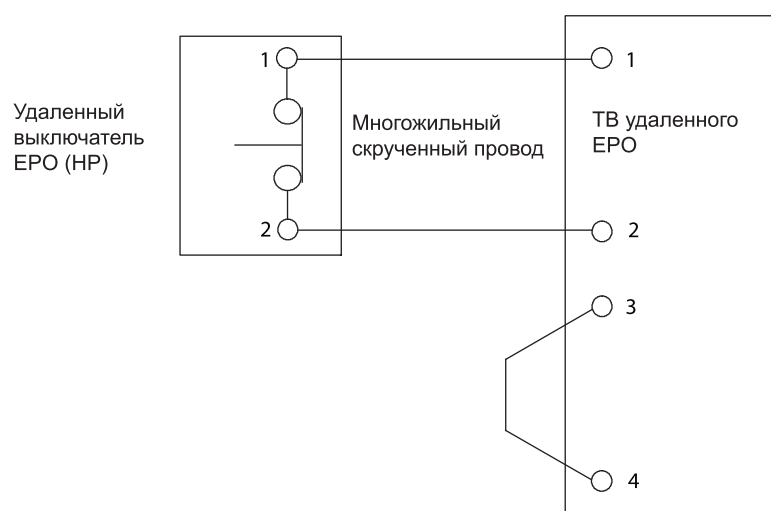

Рис. 4-16: Проводка нормально-замкнутого удаленного выключателя ЕРО
- Если используется нормально-разомкнутый удаленный выключатель ЕРО, то подключите провода в соответствии с таблицей 4-4 и рисунком 4-15. Для нормально-замкнутого выключателя используйте таблицу 4-5 и рисунок 4-16.